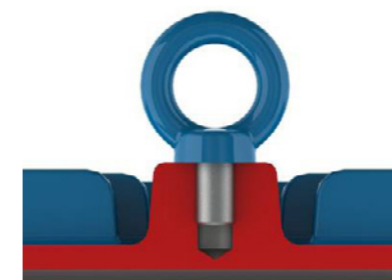
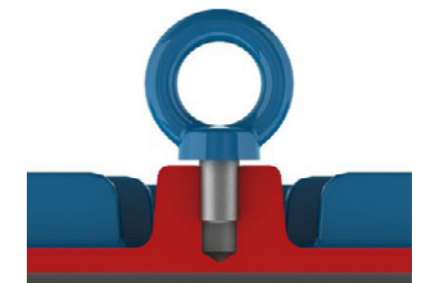

Figura 4.1 – Maneira correta de fixação do olhal de içamento.
Figura 4.2 – Maneira incorreta de fixação do olhal de içamento
Antes de iniciar qualquer processo de içamento, certificar-se que os olhais estejam adequadamente fixos, totalmente parafusados e com sua base em contato com a superfície a ser içada, conforme Figura 4.1. A Figura 4.2 exemplifica o uso incorreto.
1. Certificar-se que os olhais estão adequadamente fixos, conforme Figura 4.1;